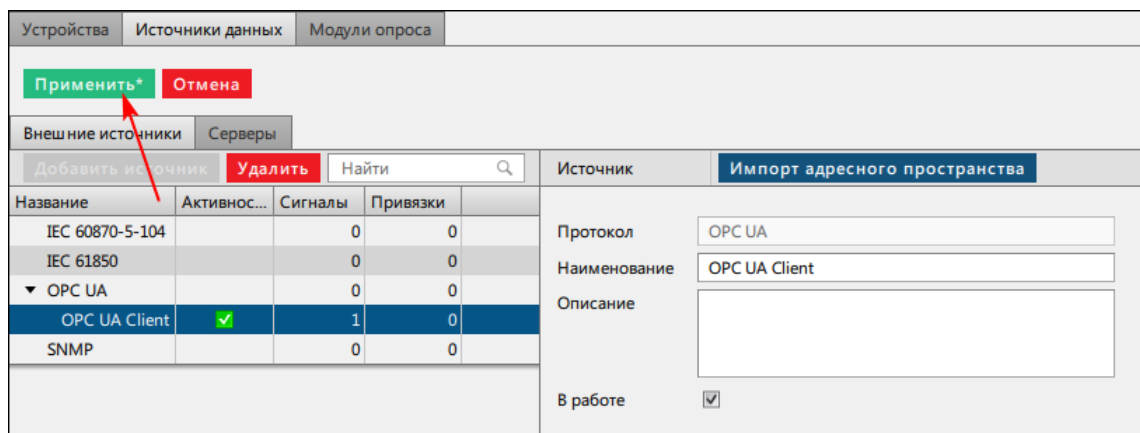

Рисунок 218 - Применить
10. Нажмите **Применить** (Рисунок 218).